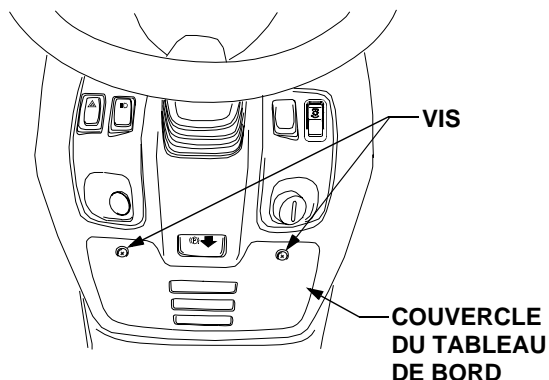

Figure 40
Le boîtier à fusibles se trouve sur le côté intérieur droit du tableau de bord. Pour accéder au boîtier à fusibles, dévissez les deux vis retenant le couvercle du tableau de bord. Voir la Figure 40.
- Retirez le couvercle du tableau de bord : dévissez les deux vis. Voir la Figure 40.